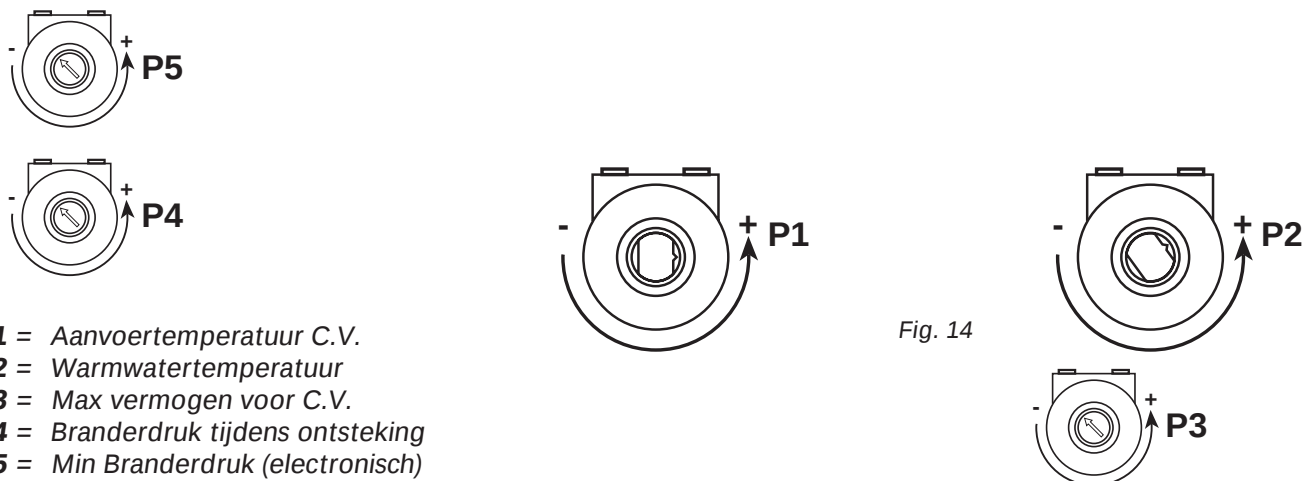

Fig. 14
Opmerking - De hierboven beschreven aanpassingen bepalen de mechanische werking, van de minimum naar de maximum waarde, van de modulator "Modureg". Hoe andere elektrische aanpassingen (zoals druk en temperatuur) kunnen gebeuren, leest U hieronder; Dit gebeurt aan de hand van de aanpassingsschroeven "P3" en "P4" in de controle box (fig. 14).
6.3 Aanpassingsfuncties op het elektronisch bord (fig.14)
6.4 Regelen van het maximum vermogen voor centrale verwarming (fig.14)